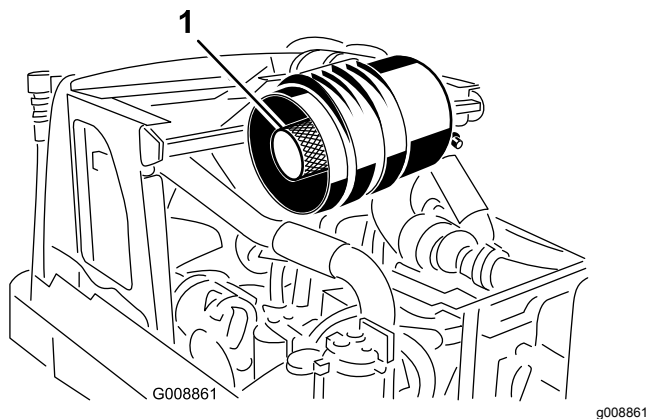

Рисунок 46
**Внимание:** Не пытайтесь очистить контрольный фильтр. Замену контрольного фильтра следует производить после каждых трех обслуживаний фильтра грубой очистки (Рисунок 46).